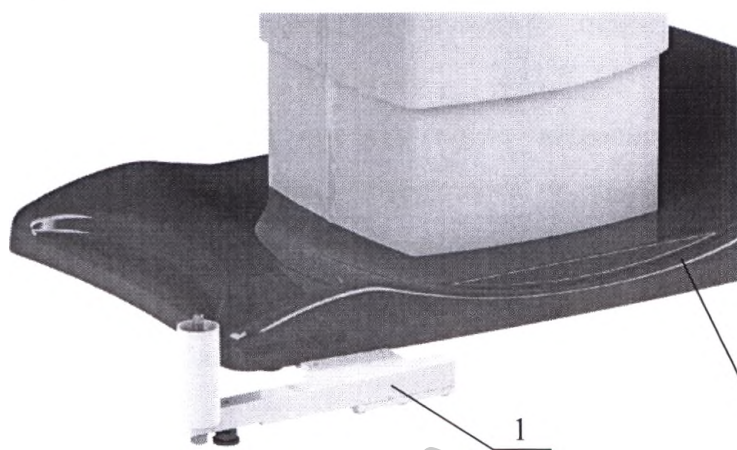

Рисунок 6. Держатель кольпоскопа.
6. Держатель кольпоскопа. (Рисунок 6). Для крепления кольпоскопа используется специальный держатель, который можно установить с любой стороны основания кресла.